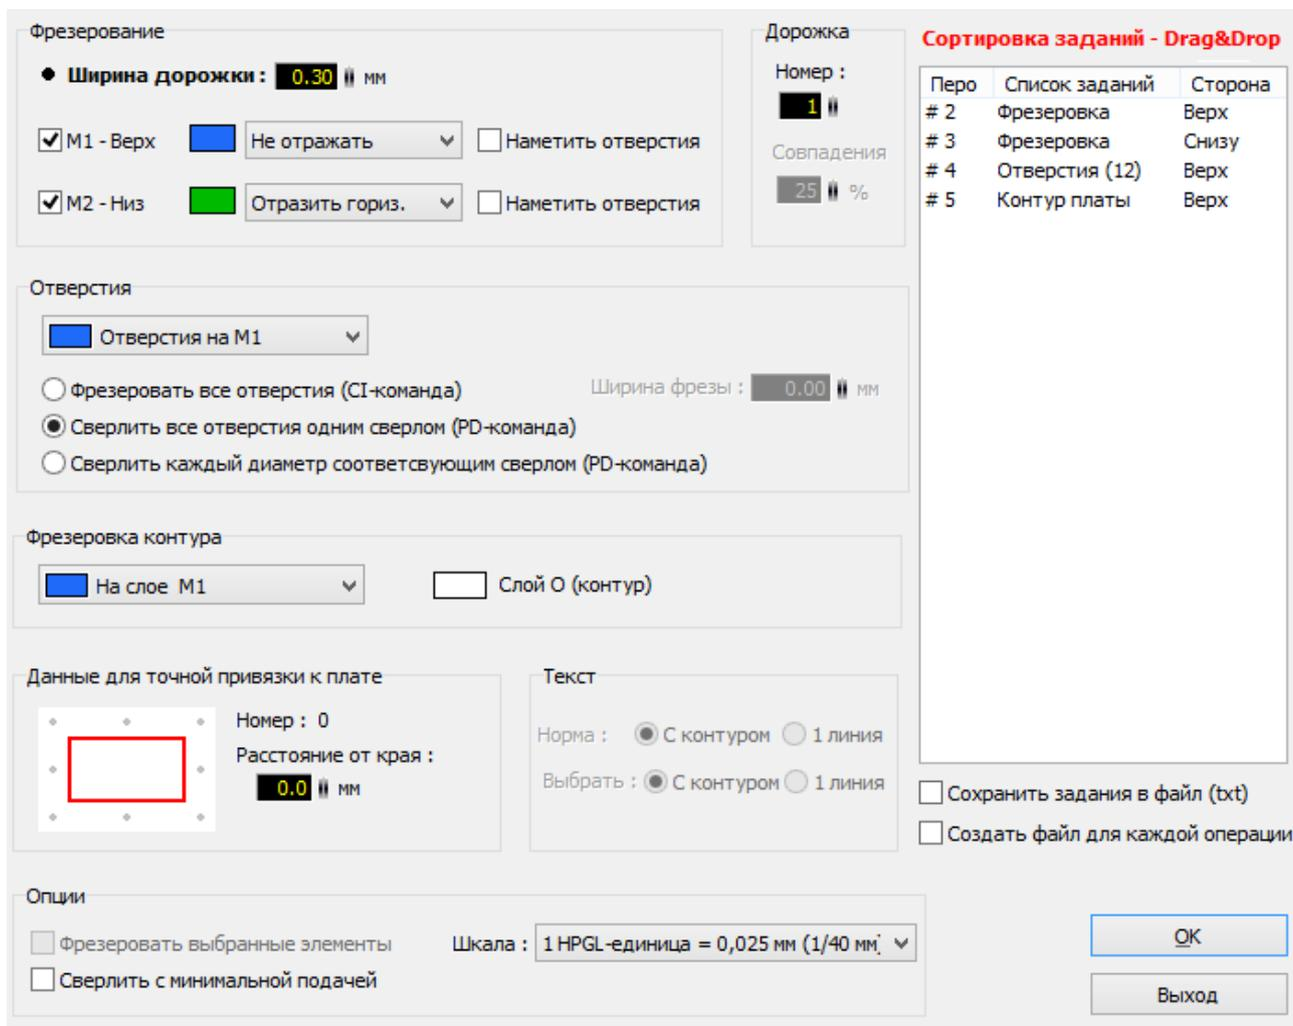

Рис. 137. Окно экспорта Plot-файла
Для создания Plot-файла необходимо выбрать в меню «Файл» → «Экспорт» → «Данные фрезер. (HPGL, *.plt)...». Откроется окно настроек (рис. 137).
- **Сортировка заданий** – справа (см. рис. 137) отображены все задания для станка согласно заданным настройкам. Plot-файл будет содержать все эти задания в том порядке, как они указаны в листе заданий. Sprint Layout располагает задания в надлежущей последовательности, но можно изменить порядок этих заданий по своему усмотрению, перетаскивая строки, захватив их левой кнопкой мыши (Drag&Drop).